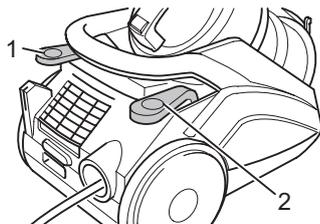

Abb. 17
1. Schalten Sie den Bodenstaubsauger am Ein-/Aus-Schalter (Abb. 17/1) aus und ziehen Sie den Stecker aus der Steckdose.
3. Drücken Sie die Kabelaufrolltaste (Abb. 17/2), um das Stromkabel einzuziehen. Führen Sie es auf dem letzten Stück mit dem Stecker in der Hand.